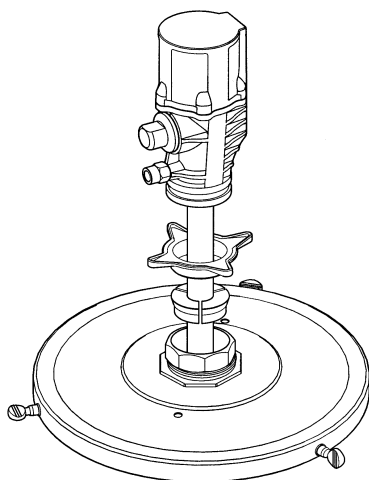

Fig. 3
3. Put the pump vertically into the drum / pump bracket and position the pump so that the outlet comes into the desired position. Lock the pump with the bung adaptor (see Fig. 3).
3. Sätt ner pumpen vertikalt i fatet, vrid pumpen så att utloppet kommer i önskad riktning och lås fast pumpen med fatadaptorn (se Fig. 3).